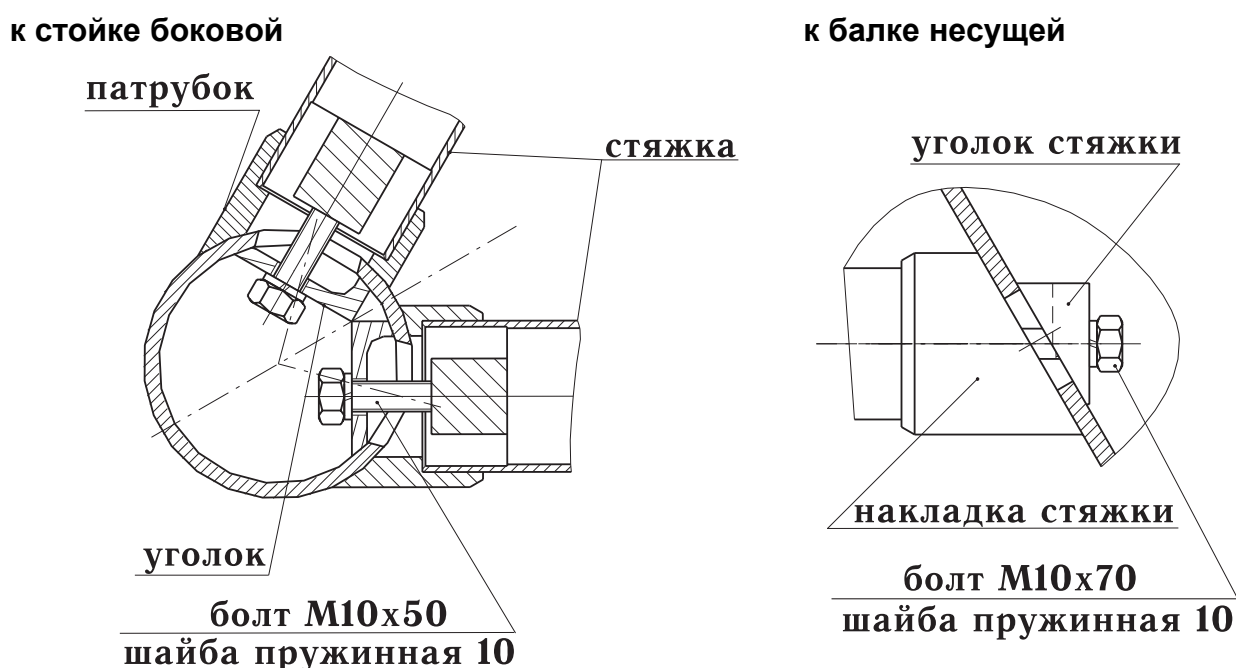

Рис. 9. Крепление стяжек
- установите стяжки (3), зафиксировав их на боковых стойках, а затем на балке несущей, предварительно проведя через стяжку, патрубок (21), накладку стяжки (8) кабеля связи из боковых стоек (см. рис. 9);